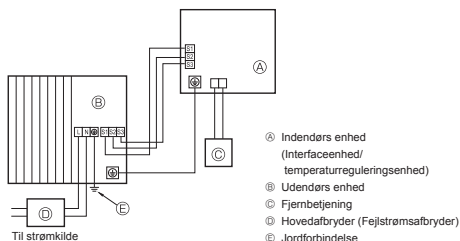
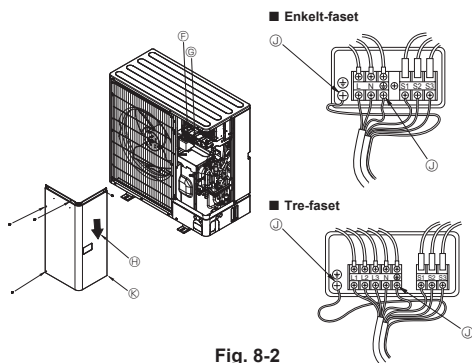

Fig. 8-1
Fig. 8-2
8.1. Udendørs enhed (Fig. 8-1, Fig. 8-2)
- ① Afmonter servicepanelet.
- ② Før kablerne som angivet i Fig. 8-1 og Fig. 8-2.